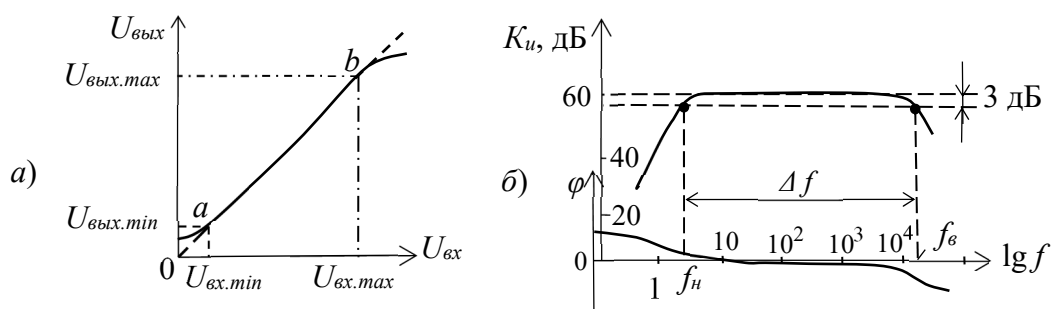
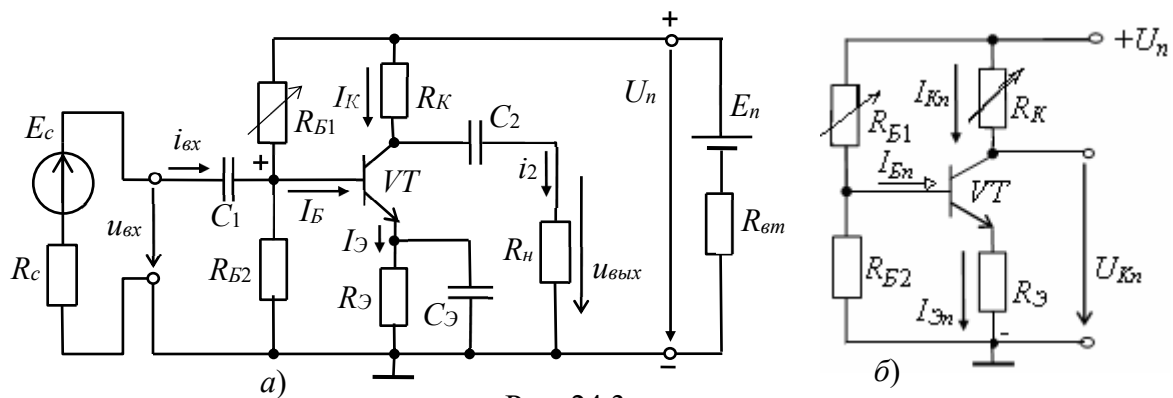
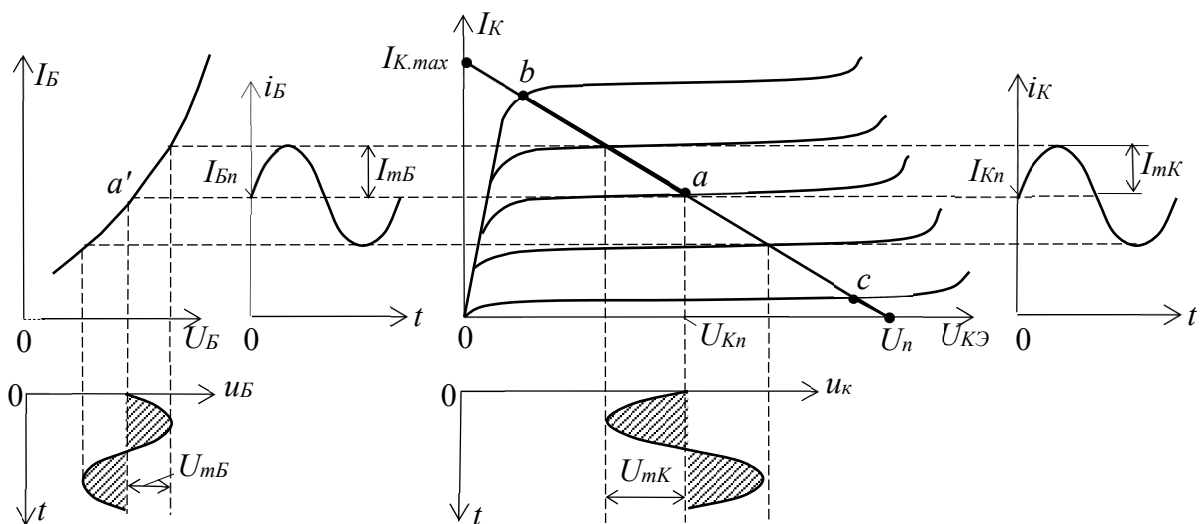
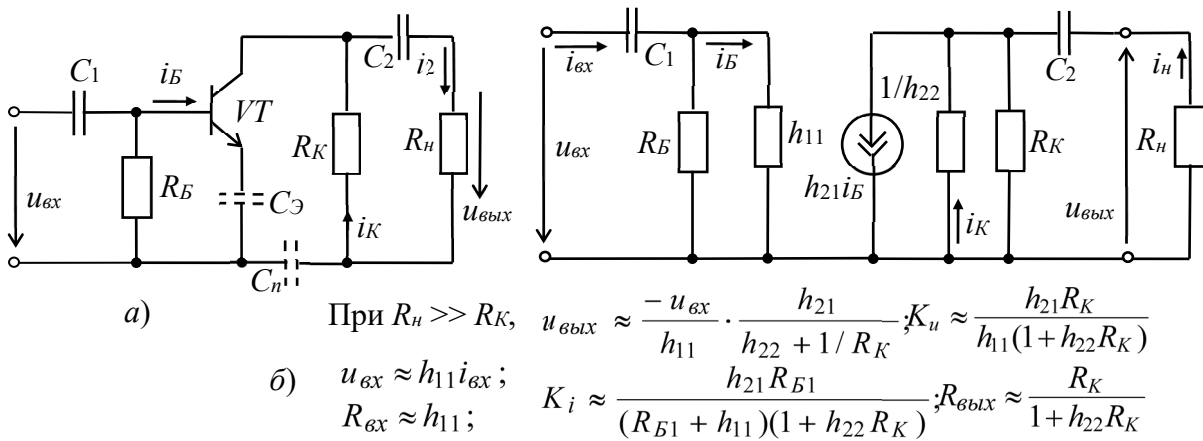

Рис. 24.2
Рис. 24.3
Рис. 24.4
Рис. 24.5
Важнейшими характеристиками усилителя являются амплитудная и частотные. Амплитудная характеристика (рис. 24.2, а) – это зависимость амплитуды (или действующего значения) выходного напряжения от амплитуды (или действующего значения) входного синусоидального напряжения, т. е. $U_{вых} = f(U_{вх})$, где $u_{вх} = U_m \sin \omega t$, $U_m = \text{var}$; $\omega = \text{const}$.
Динамическим диапазоном усилителя в децибелах называют отношение максимального значения входного напряжения к минимальному на линейном участке ab амплитудной характеристики (см. рис. 24.2, а):
Обычно АЧХ строят на двойной логарифмической сетке: по оси ординат откладывают значения K_u в децибелах, а по оси абсцисс – частоты в логарифмическом масштабе, однако около делений записывают значения частот без логарифма (рис. 24.2, б).
Фазочастотная характеристика $\varphi(f)$ – это зависимость угла сдвига фаз φ между выходным и входным напряжениями усилителя от частоты (см. рис. 24.2, б). Фазовые искажения в усилителе отсутствуют, когда фазовый сдвиг φ линейно зависит от частоты.
Одним из наиболее распространённых усилителей на биполярных транзисторах является усилитель с *общим эмиттером* (ОЭ). В этом усилителе эмиттер является общим электродом для входной и выходной цепей (рис. 24.3, а). Входное напряжение $u_{\text{вх}}$ от источника сигнала $E_{\text{с}}$ с внутренним сопротивлением $R_{\text{с}}$ подаётся на усиливаемый каскад на биполярном транзисторе VT через конденсатор связи C_1 , предотвращающий прохождение постоянной составляющей тока от источника сигнала. Усиленное выходное напряжение подаётся на нагрузку $R_{\text{н}}$ через разделительный конденсатор C_2 , т. е. подаётся только переменная составляющая напряжения $u_{\text{вых}}$.
Для удобства анализа работы усилителя отдельно рассматривают его схемы замещения по постоянному (рис. 24.3, б) и переменному току (рис. 24.5). В режиме работы усилителя по *постоянному току* для получения наименьших нелинейных искажений усиливаемого сигнала рабочую точку a (рис. 24.4) выбирают посередине рабочего участка bc линии нагрузки по постоянному току, описываемой уравнением
пренебрегают также внутренним сопротивлением $R_{эм}$ и ёмкостью C_n источника питания, т. е. источник питания в схеме замещения замыкают накоротко (рис. 24.5, а).
При подаче на вход усилителя *переменного напряжения* u_{ex} происходит изменение тока базы i_B , тока коллектора i_K и напряжения на коллекторе $u_K = U_n - R_K i_K$ (см. рис. 24.4). Амплитуда переменного коллекторного тока I_{mK} примерно в h_{21} раз больше амплитуды тока базы I_{mB} , а амплитуда коллекторного напряжения U_{mK} во много раз больше амплитуды входного напряжения. Таким образом, в схеме усилителя с ОЭ усиливается ток и напряжение входного сигнала.
Пользуясь графиками, изображенными на рис. 24.4, нетрудно определить входное сопротивление и коэффициенты усиления каскада:
Обычно рассмотренный тип усилительного каскада работает в режиме усиления слабых сигналов (постоянные составляющие тока базы и коллектора существенно превосходят аналогичные переменные составляющие). Эти особенности позволяют использовать аналитические методы расчета параметров усилительного каскада на низких частотах по известным h -параметрам транзистора (рис. 24.5, б), полагая, что транзистор работает в линейном режиме. При этом сигнал, поданный на вход усилителя, практически не искажается (по форме) на его выходе.
Наличие в усилителе ёмкостей C_1 и C_2 (см. рис. 24.3, а) приводит к частотным искажениям усиливаемых сигналов в области нижних частот: с уменьшением частоты входного сигнала увеличивается сопротивление конденсатора $X_{C1} = 1/\omega C_1$, падение напряжения u_{C1} на нем, следовательно, снижается входное u_{ex} и выходное $u_{вых}$ напряжения. Это приводит к уменьшению коэффициента усиления K_u с уменьшением частоты (см. рис. 24.2, б), а наличие в усилителе междуэлектродных ёмкостей транзистора и монтажных ёмкостей приводит к возникновению частотных искажений усиливаемых сигналов в области высоких частот. С учётом ёмкости C_K коллекторного p - n -перехода, условно включаемой
1.3. Используя графики амплитудных характеристик, **определить** динамический диапазон D усилителя (см. рис. 24.2, *a*) и коэффициенты усиления по напряжению K_u при сопротивлениях $R_s = 0$, $R_n = 1$ МОм и при $R_s = 100$ Ом, $R_n = 1$ кОм.